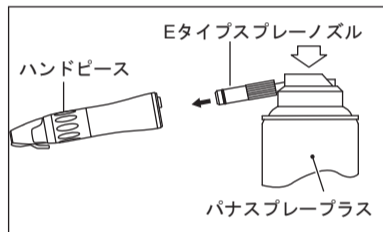

図7
- 3) スプレーノズルをハンドピース後部へ押し込み、ハンドピースを押さえて、ハンドピース先端よりオイルが出るまで2～3秒のスプレーを2～3回繰り返します。注油は先端から異物等の汚れが出なくなるまで繰り返します(図7)。